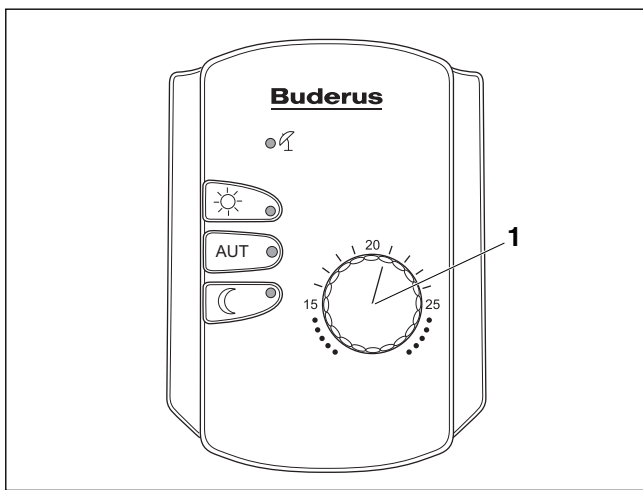

Рис. 11 Дистанционное управление
- ▶ Выставьте ручкой управления (рис. 11, поз. 1) нужную комнатную температуру, например, 21 °С. Диапазон настройки составляет 11 °С–30 °С.